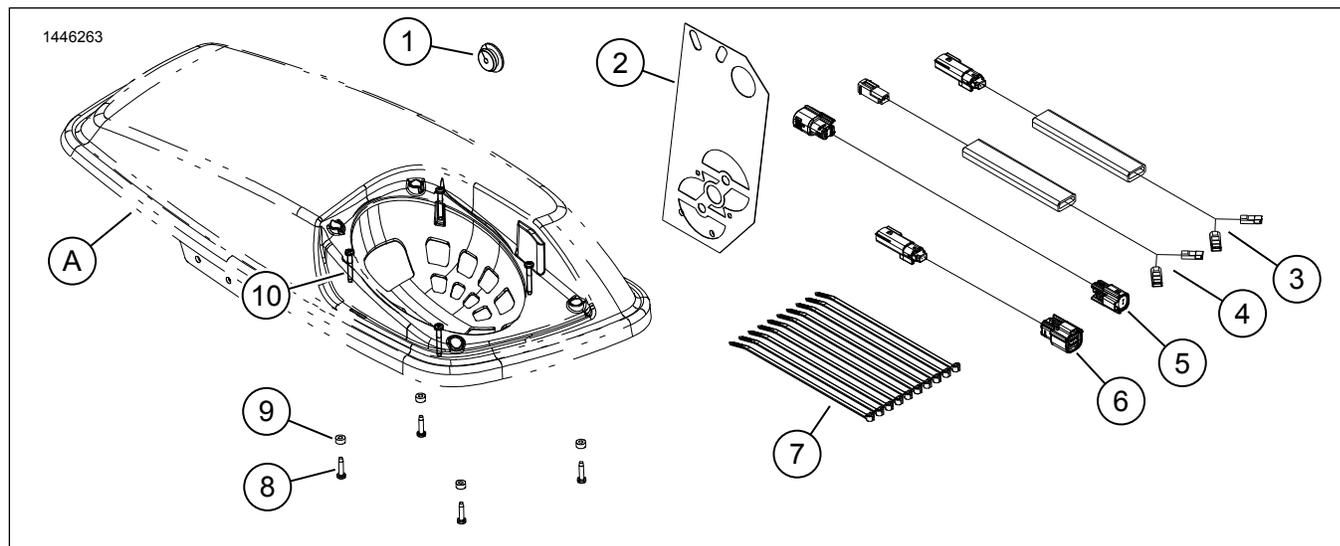

Figura 10. Piezas de servicio, altavoces del fuselaje inferior
1. Figura 10 Utilice tornillos y arandelas de hardware de altavoz (8, 9, 10) para instalar los altavoces.